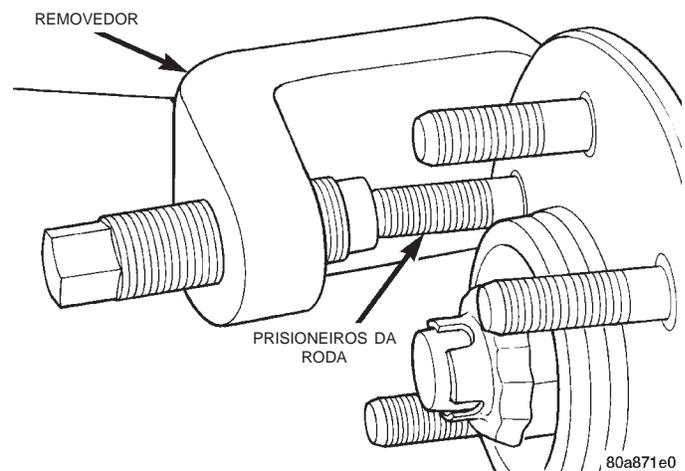

Fig. 9 Remoção dos Prisioneiros da Roda
(1) Levante e suporte o veículo.
(2) Remova o conjunto roda/pneu
(3) Remova o calibrador e o rotor do freio. Consulte o Grupo 5, "Freios", para obter os procedimentos.
(4) Remova os prisioneiros do cubo com o Removedor C-4150A (Fig. 9) .